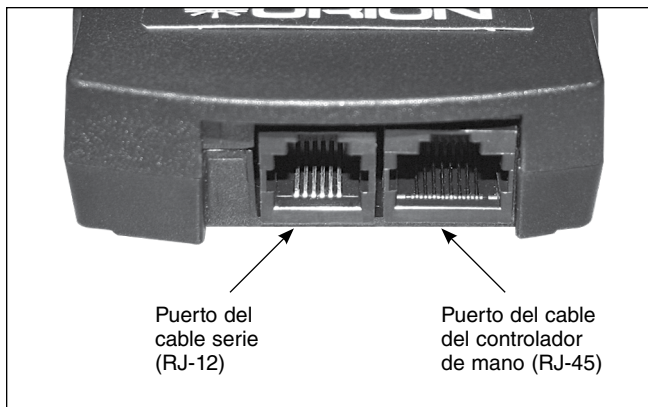

Figura 14. Puertos del controlador de mano GoTo.
1. Sujete el soporte del controlador de mano incluido a una pata del trípode encima de la bandeja de soporte central del trípode utilizando la correa de gancho y bucle, como se muestra en la **Figura 14**.